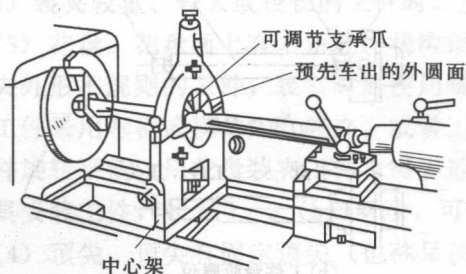

图 1-16 中心架的应用
1) 中心架。使用时安装在床身导轨上，其 3 个爪支承于工件预先加工出的外圆表面处，如图 1-16 所示。